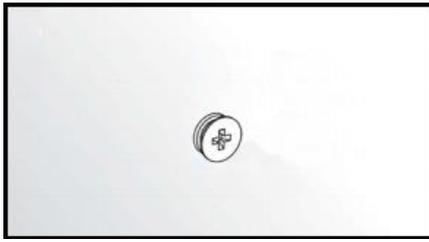

Abb. 4
- 4) Schrauben Sie die Schrauben mit einem Schraubendreher in die Dübel. (Abb. 4)